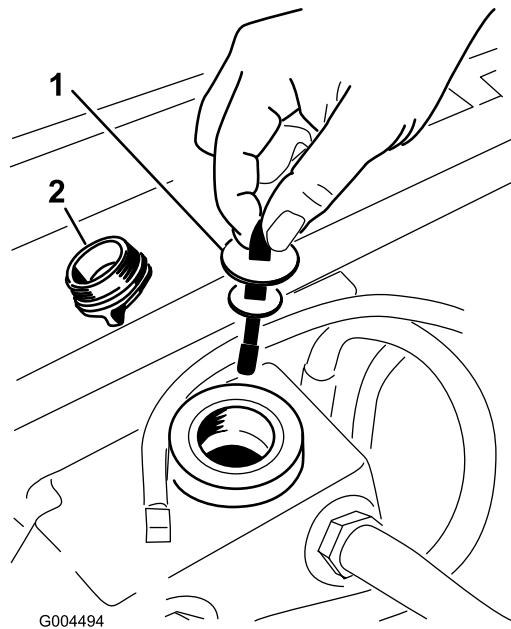

Figura 63
5. Retire o tampão de enchimento hidráulico (Figura 63) do tubo de enchimento.
6. Retire a vareta e limpe-a com um pano limpo (Figura 63).
7. Coloque a vareta no tubo de enchimento, retire-a e verifique o nível de fluido (Figura 63).